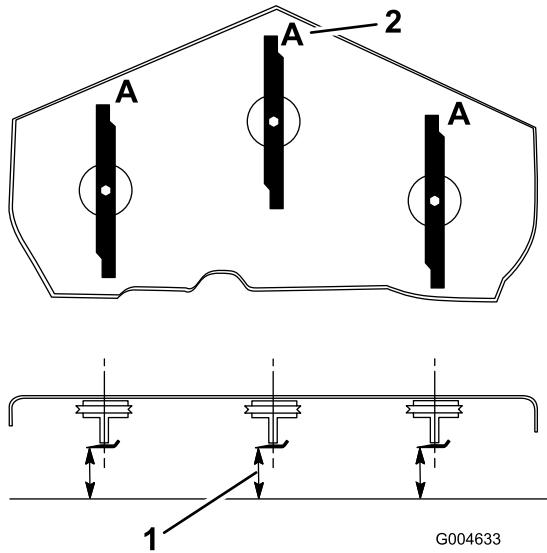

Bild 74
3. Drehen Sie die Schnittmesser, bis die Enden nach vorne und hinten gerichtet sind (Bild 74). Messen Sie von einer ebenen Fläche bis zu den Schnittkante (Position A) der Messer (Bild 74). Notieren Sie diesen Wert.